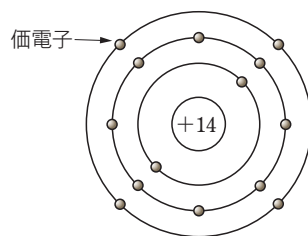

図2 シリコンの電子配置
シリコン(Si)の電子配置は、図2のようになっている。単結晶^④の価電子は、0 K^⑤程度の低温では原子核に強く結合されているが、 $20^{\circ}C$ 程度にな